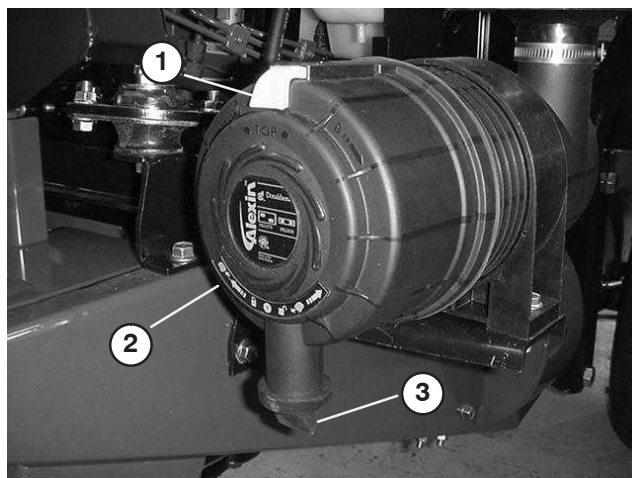

Figure 44
1. Tirez le verrou vers l'extérieur et tournez le couvercle du filtre à air dans le sens anti-horaire (Fig. 44).
4. Nettoyez l'orifice d'éjection de saletés situé dans le couvercle amovible (Fig. 44). Retirez la valve de sortie en caoutchouc du couvercle, nettoyez la cavité et remettez la valve en place.